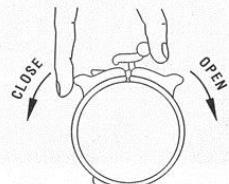
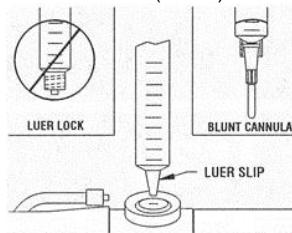

FIG. 3
FIG. 4
- 排尿口を開放し尿を排出するには、スプラッシュガードの白いレバーを時計回りに動かす。排尿口を閉じるときは、レバーを反時計回りに、カチッとロックされるまで動かす(FIG. 3)。
- 尿標本を採取するには、サンプリングポート表面を消毒剤で拭く。ルアーシリンジあるいはプランタントチップカニューラの先端をニードルレスサンプリングポートの中央に挿入する(FIG. 4)。標本を採取したらシリンジを抜き取る。
注意: ルアーロック方式のシリンジは使用不可 [サンプリングポートに挿入できないため] (FIG. 4)。
④カテーテルの体外に出ている部分を切断する。ただし断端を尿道内に押し込まないようにコッヘル等で固定して処置を行う(図3)。場合によってはインフレーションルーメンに合う径の留置針を差し込み、再度ゆるやかにポンピングを試みる(図4)。
(図3)
(図4)